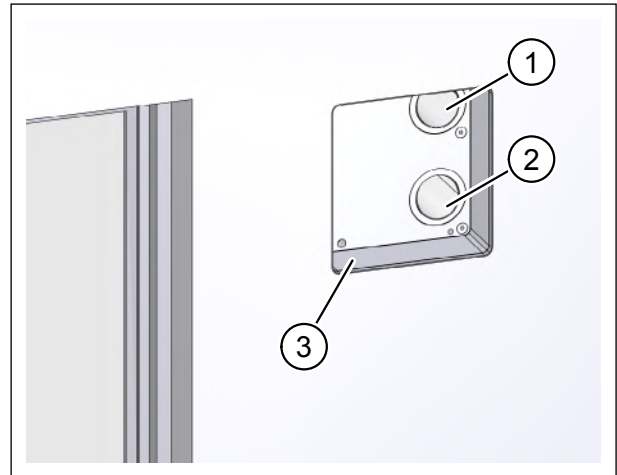

Abb. 27: Lüftungsrohre bündig mit Innenseite des Montagesets – Sicht auf die Innenwand
- ▶ Schieben Sie das Außenluftrohr (Pos. 1 in Abb. 27) und das Fortluftrohr (Pos. 2 in Abb. 27) so weit in die Öffnungen des Montagesets für das Lüftungsgerät (Pos. 3 in Abb. 27, in diesem Beispiel M-WRG-M/MB) ein, dass die Rohre bündig mit der Innenseite des Montagesets abschließen.